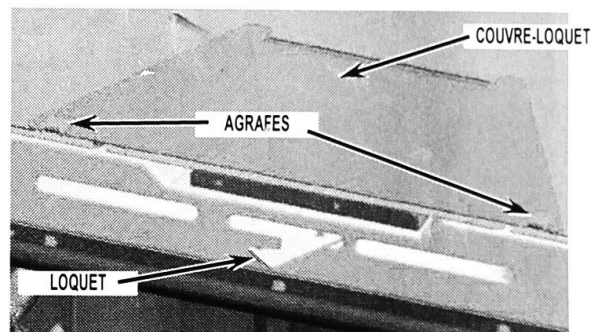

Figure 3
- Fixer le couvre-loquet avec les agrafes fournies; installer les agrafes dans l'encoche – voir les Figures 3 et 4. Veiller à ne pas laisser d'espace autour.